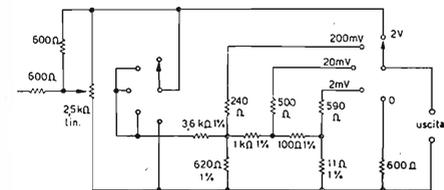

figura 4
Per alcune applicazioni può essere più conveniente, anziché tendere alla più bassa impedenza di uscita (per estendere al massimo la validità dell'indicazione dello strumento incorporato) avere una uscita su impedenza relativamente costante, ad esempio 600Ω, che è il valore standard comunemente adottato. Ciò si può fare semplicemente disponendo in serie a ciascuna uscita del partitore di attenuazione una resistenza che porti la resistenza vista dai morsetti a tale valore. Questa variante è indicata a figura 4 (3).
(1) Poiché lo stadio non è critico, i 2N2904A Mullard possono essere sostituiti con altri PNP, meglio se al silicio, di caratteristiche analoghe.
(2) Sulla portata 2 V f.s. l'impedenza di uscita dipende in modo determinante dalla posizione del cursore del potenziometro che regola il livello. Nelle altre portate l'influenza è compresa entro il $\pm 1\%$.
(3) Questo vale per le tre portate più basse; per la portata 2 V f.s., ove l'impedenza varia sensibilmente con il livello, è necessario adottare l'accorgimento indicato in figura 4, per ottenere un'impedenza di uscita abbastanza costante.